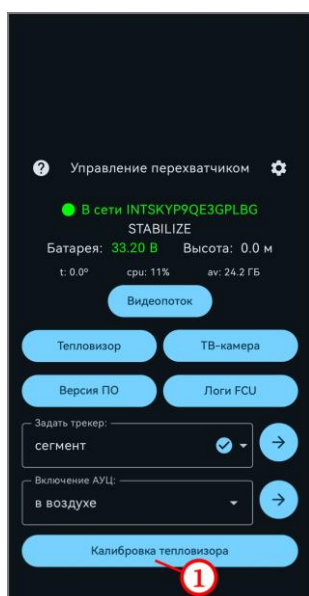

Рисунок 15
- нажать на кнопку «Калибровка тепловизора» (рисунок 15, шаг 1);